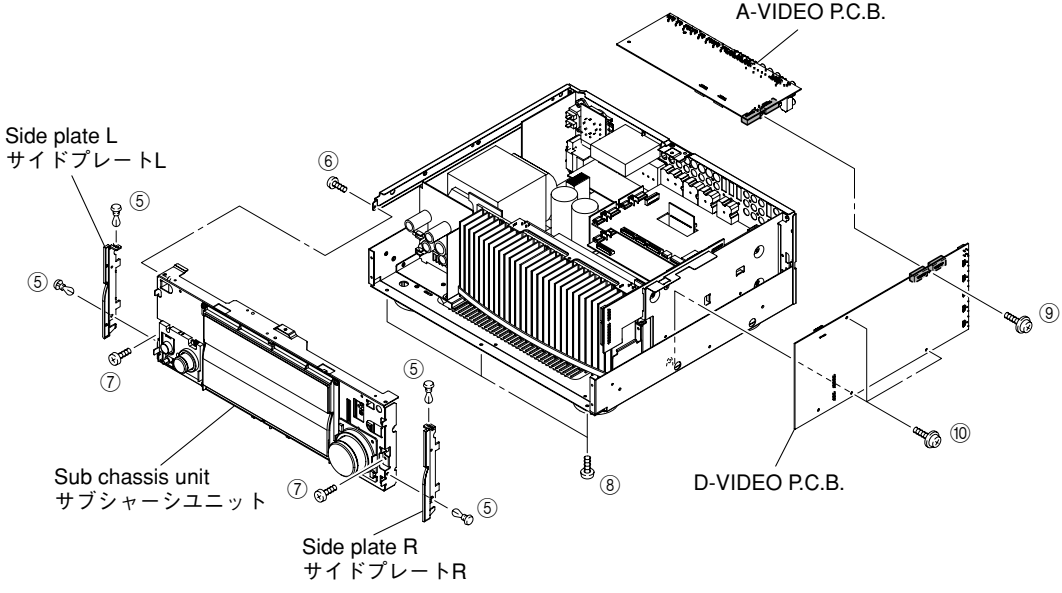

Fig. 2
a. Remove 4 push rivets (⑤) and then remove the side plates L/R. (Fig. 2)
b. Remove 1 screws (⑥), 2 screws (⑦) and 3 screws (⑧).
(Fig. 2)
d. Remove the sub chassis unit forward. (Fig. 2)
を取り外します。(Fig. 2)
d. サブシャーシを前方に取り外します。(Fig. 2)
- Remove 1 screw (⑨), 3 screws (⑩). (Fig. 2)
- Remove the D-VIDEO P.C.B. which is connected directly to the A-VIDEO P.C.B. with connectors. (Fig. 2)
- Remove the A-VIDEO P.C.B.. (Fig. 2)
- ⑨のネジ1本、⑩のネジ3本を外します。(Fig. 2)
- D-VIDEO P.C.B.を取り外します。ただし、D-VIDEO P.C.B.は、A-VIDEO P.C.B.と直接コネクタ接続されています。(Fig. 2)
- A-VIDEO P.C.B.を取り外します。(Fig. 2)